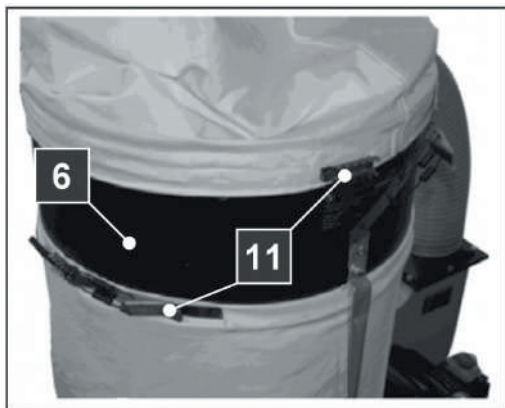

Рис. 17
- Наденьте фильтрующий мешок на корпус фильтра (6).
- Укрепите лямку мешка на вертикальной стойке, затем затяните хомут (11).
- Наденьте мешок пылесборника на корпус фильтра и также затяните его хомутом (рис. 17).
- Закрепите винтом входной переходник (10) на входном патрубке корпуса вентилятора.